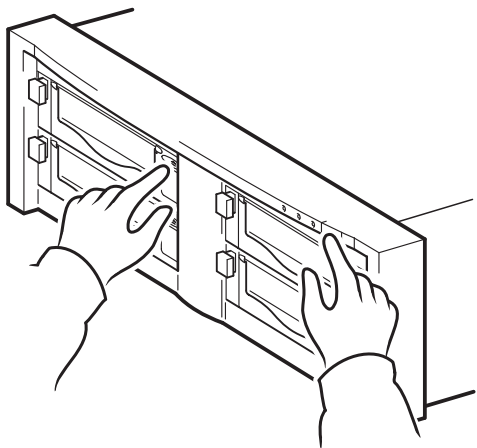

图 10a: 使用 HP OBDR, 第 1 步
- 1 提起盒式磁带挡门并将已分配给 HP OBDR 的最新可引导盒式磁带插入磁带机中 (见图 10a)。盒式磁带必须通过以 CD-ROM 格式写入数据的备份应用程序来写入。